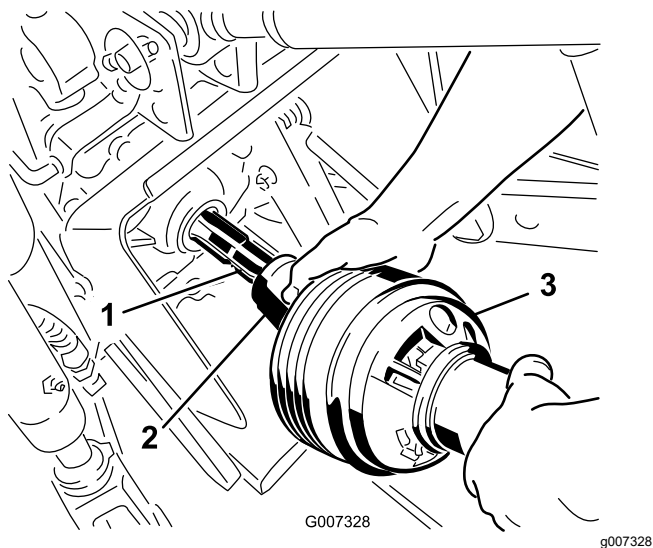

Рисунок 24
- Подсоедините ВОМ к хвостовику ВОМ тягового блока (Рисунок 24).